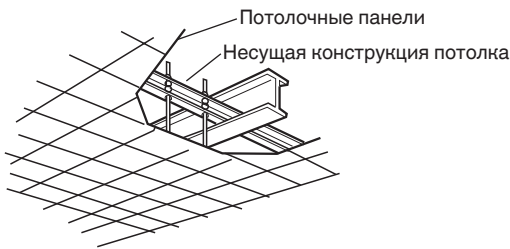

Рис. 3-4
- Используйте существующие несущие конструкции потолка или соорудите соответствующую опору (Рис. 3-4).